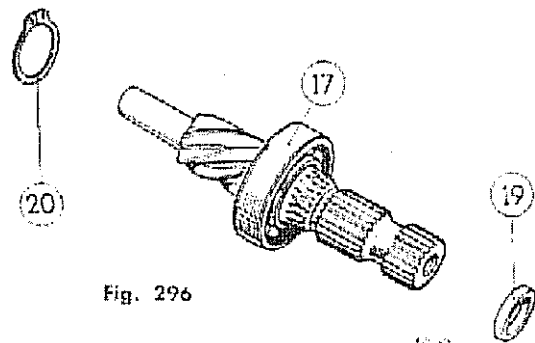
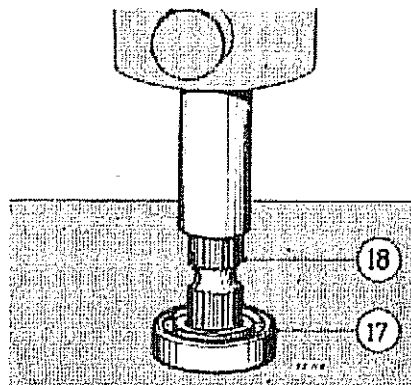

Fig. 296
Fig. 297
Quitar luego la arandela de goma (19) y el retén del cojinete (20) (Fig. 296). Retirar del piñón (18), el cajinete (17), quitándolo hacia el lado opuesto al dentado y empleando una prensa (Fig. 297).
- 6) Retirar la tapa del depósito de la caja con su junta y proceder a quitar los aros retén de la cremallera (21).